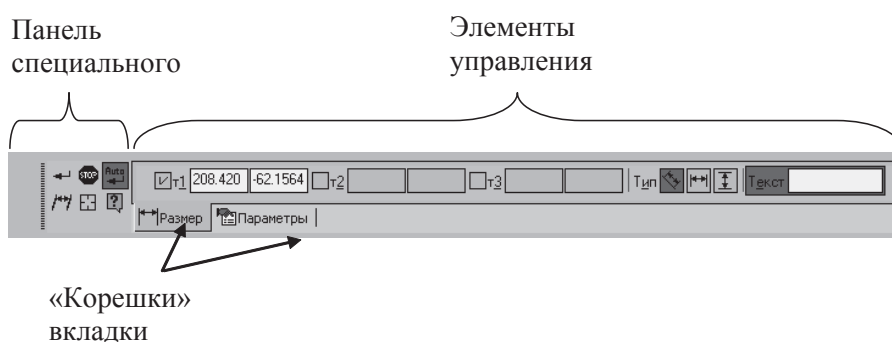

Рис. 7
*Панель свойств* служит для управления процессом выполнения команды. На ней расположены одна или несколько вкладок и *Панель специального управления*, в которую входят кнопки *Создать объект*, *Прервать команду*, *Справка* и *Элементы управления*, а также «Корешки» вкладки (Закладки). Набор кнопок *Панели специального управления* зависит от выполняемой команды (рис. 7).